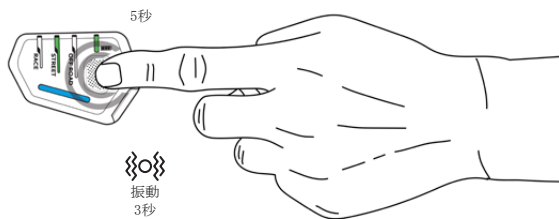

図12：ディスプレイボタン(3a)を5秒間押ししてシステムをオフにします（これはシステムをオフにするもう一つ方法です）。
あるいは、ディスプレイボタン (3a) を約5秒間押すことで、手動でシステムの電源を切ることができます (図12)。さらに、起動ジップ (2) の近辺が長く振動 (～3秒) し、システムがオフになったことを示します。